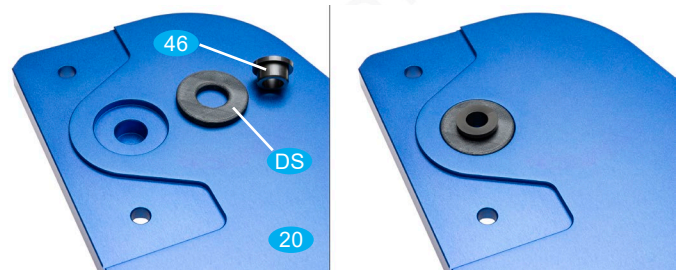

Bild 1a: Montage Gleitlager in rechter Portalwange
- Pressen Sie das Gleitlager **46** zusammen mit dem Distanzscheibe **DS** in die Lagerbohrung der rechten Portalwange **20** (siehe Bild 1a).